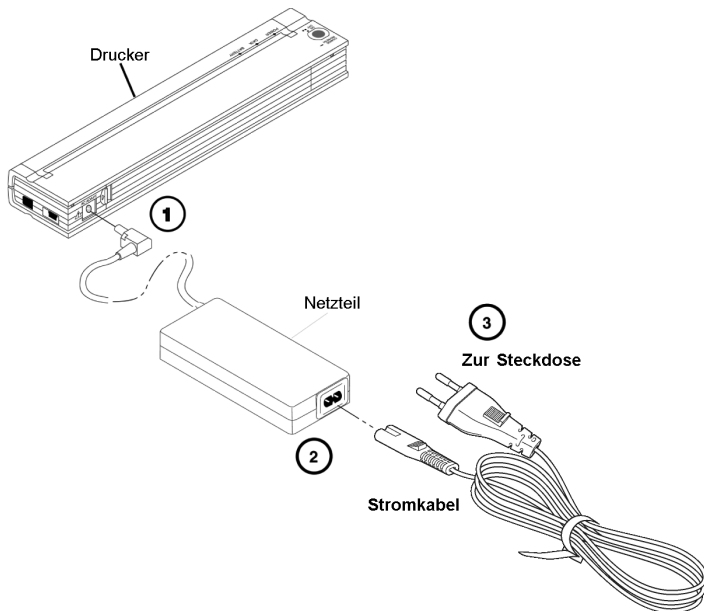

Abbildung 2. Anschluss des Druckers an eine Wechselstromquelle
1. Verbinden Sie das Netzteil mit dem Drucker, wie in Abbildung 2 gezeigt.